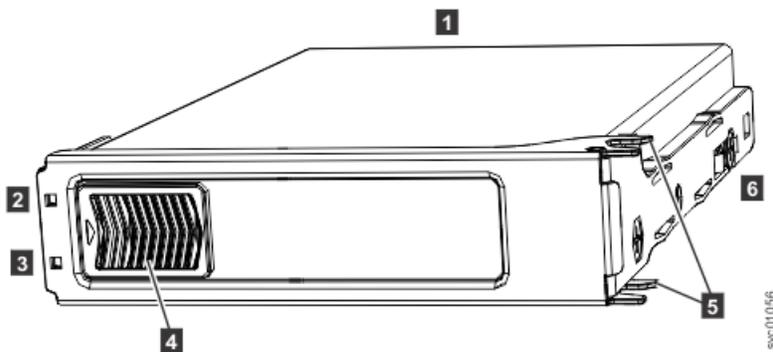

図 57. ドライブ・アセンブリの LED
70 ページの図 57 は、ドライブ・アセンブリのコンポーネントを示しています。各ドライブには、オンライン標識 (2) と障害インディケータ (3) があります。